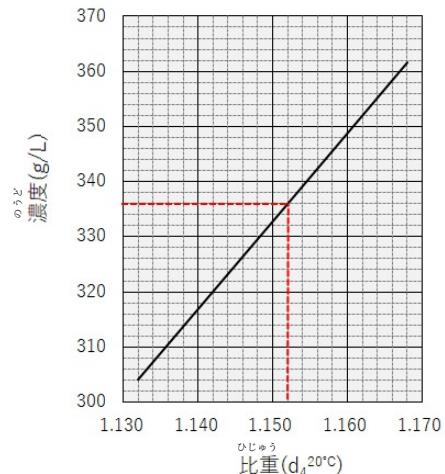

図 6-3 濃度と比重の関係
- 比重と濃度の関係を示すグラフから濃度が分かります。図 6-3 の例では比重が 1.152 のとき、濃度は 336g/L になります。（赤点線）
- ① () 温度計は上下斜めから見て読んでもよい。
- ② () 図6-3 で比重が 1.142 のときの試験液濃度は 330g/L である。